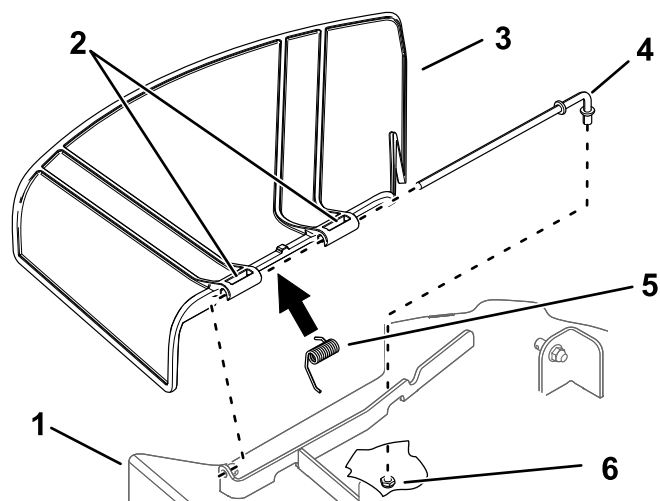

Figura 67
1. Retire la tuerca ($\frac{3}{8}$ ") de la varilla (debajo del cortacésped) (Figura 67).
2. Retire la varilla del soporte de la carcasa, del muelle y del deflector de hierba (Figura 67).
4. Instale el deflector de hierba nuevo (Figura 67).
7. Deslice la varilla por el segundo pivote del deflector de hierba (Figura 67).
9. Sujete el extremo trasero de la varilla al cortacésped con una tuerca ($\frac{3}{8}$ "), según se muestra en Figura 67.